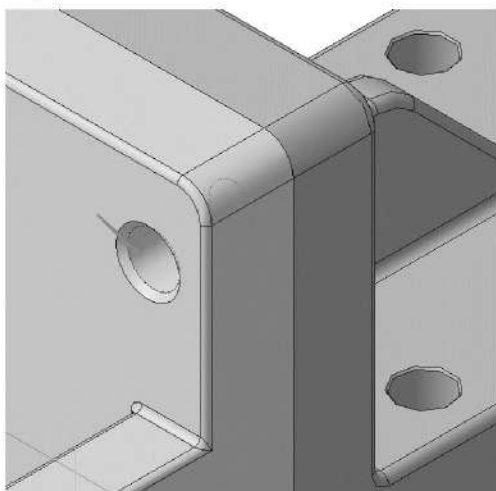

Рисунок 3.113. Выбор поверхности сопряжения
10.3.9 В окне модели укажите цилиндрическую грани всех отверстий в *Вилке*. Это необходимо для определения диаметра болта (рисунок 3.113).